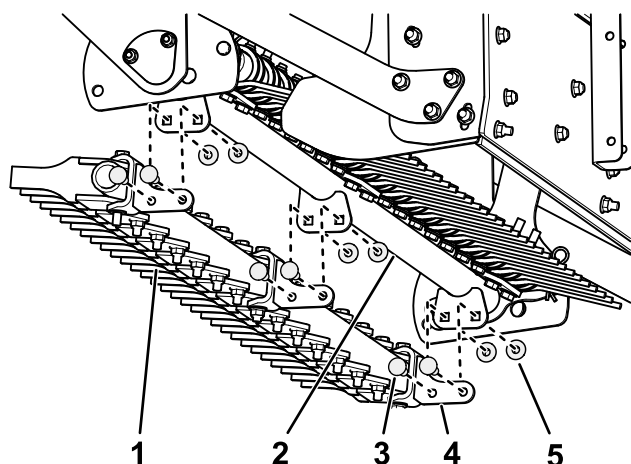

Figure 1
6. Insérez la goupille de réglage de profondeur à la position TRANSPORT (T) pour maintenir l'outil polyvalent levé.
9. Déposez la barre porte-dents rigides au bas du bras de l'outil polyvalent, comme montré à la Figure 1.